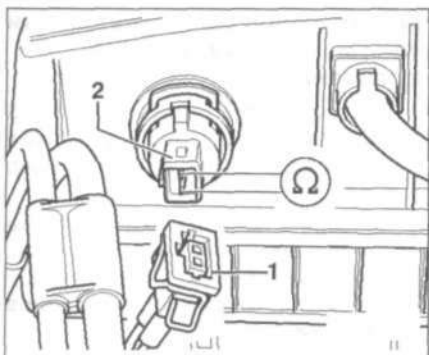
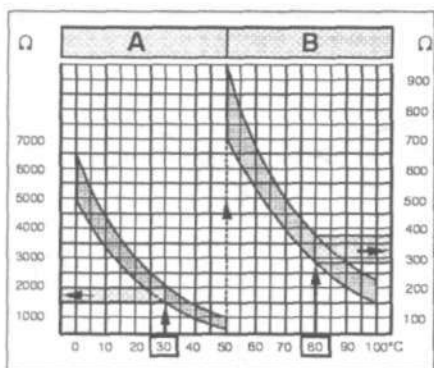

Рис. 6.84. Проверка сопротивления датчика температуры входящего воздуха.
Рис. 6.85. Диаграмма для определения сопротивления датчика температуры входящего воздуха в зависимости от температуры.
9. Отсоедините разъем проводки 1 от датчика 2 (рис. 6.84). Измерьте сопротивление между контактами датчика. Заданное значение показано на рис. 6.85. Площадь А показывает сопротивление в температурном диапазоне 0-50 °C, площадь В – сопротивление в температурном диапазоне 50-100 °C. Например, температура 30 °C соответствует сопротивлению 1500-2000 Ом; температура 80 °C соответствует сопротивлению 275-375 Ом.